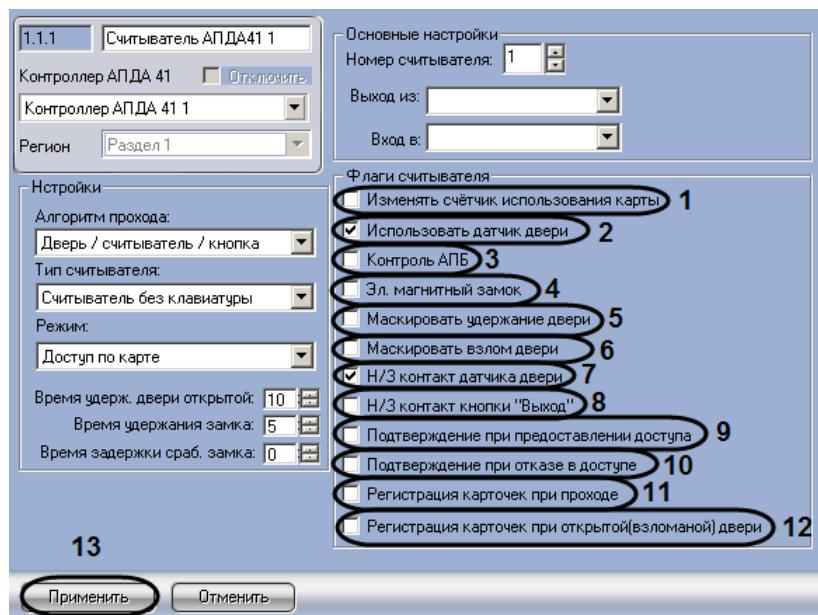

Рис. 3.6—4 Настройка флагов считывателя
- Перейти на панель настройки объекта **Считыватель АПДА21** или **Считыватель АПДА41** (Рис. 3.6—4).
- В случае, если считыватель должен уменьшать лимит использования карты при предоставлении доступа, необходимо установить флажок **Изменять счетчик использования карты** (см. Рис. 3.6—4, 1).
- В случае, если для считывателя требуется использовать датчик двери, установить флажок **Использовать датчик двери** (см. Рис. 3.6—4, 2).
- В случае, если требуется включить контроль двойного прохода, установить флажок **Контроль АПБ** (см. Рис. 3.6—4, 3).
- Установить флажок **Эл. магнитный замок** (см. Рис. 3.6—4, 4), если используется электромагнитный замок (в противном случае используется электромеханический замок, управляемый импульсом).
- Установить флажок **Маскировать удержание двери** для маскирования тревоги **Удержание двери** в случае, если дверь осталась открытой после прохода (см. Рис. 3.6—4, 5).
- Установить флажок **Маскировать взлом двери** для маскирования тревоги **Взлом двери** в случае, если дверь открыли несанкционированно (см. Рис. 3.6—4, 6).
- Установить флажок **Н/З контакт датчика двери** в случае, если датчик двери имеет нормально-замкнутые контакты (см. Рис. 3.6—4, 7).